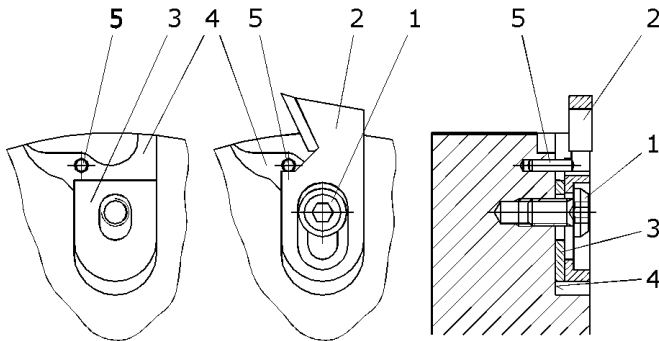

Abb. 7
(s. Abb. 7)
6. Neues Nutmesser präzise einsetzen (s. Abb. 7).
7. Die richtige Schraube wieder einsetzen und das Nutmesser sauber an den Positionierstift (5) drücken.